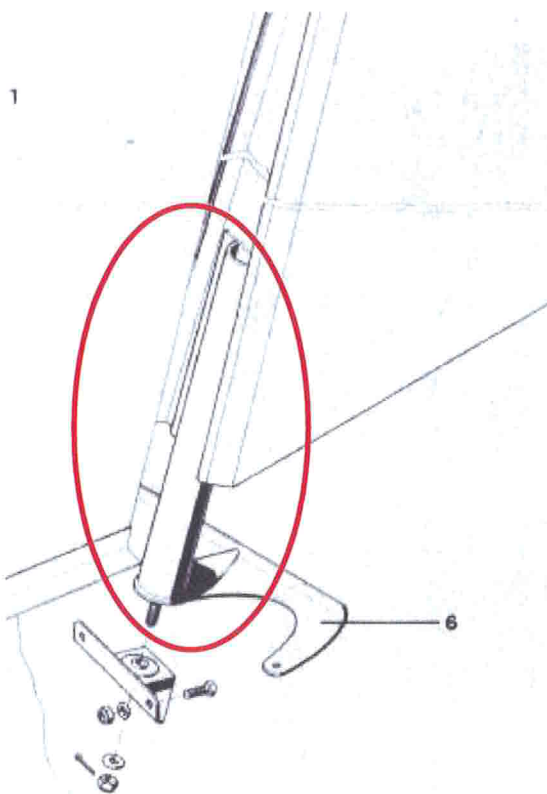

Abb. 1 / Fig. 1
2. Das Torsionsrohr des Ruderantriebs (P/N 208-31014, siehe Abb. 1) mit einem Endoskop innen auf Korrosion untersuchen. Die Entwässerungsbohrung am unteren Abschluss neben dem Scharnierbolzen ist auf Fremdkörper zu prüfen und ggf. zu reinigen.
2. Inspect the inside of the torsion tube of the rudder drive (P/N 208-31014, see Fig. 1) for corrosion using an endoscope. Check the drainage hole at the bottom end next to the hinge pin for blockage and clean it if necessary.